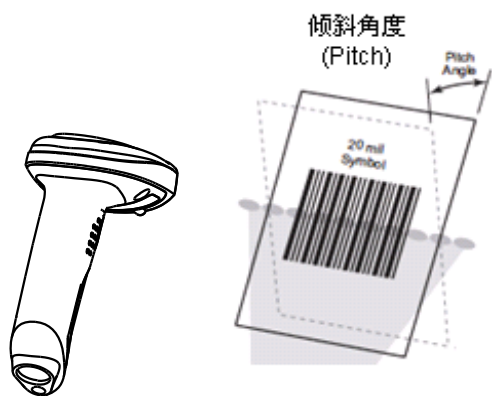

图 1-11
- ◇ 倾斜角度(Pitch)： $\pm 60^\circ$ ；测试条件为 0° 旋转角及 0° 偏转角（见图 1-11）。